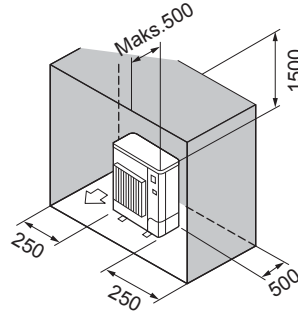

Fig. 2-7
⑥ Yalnızca arkadaki, yandaki ve üstteki engeller (Fig. 2-7)